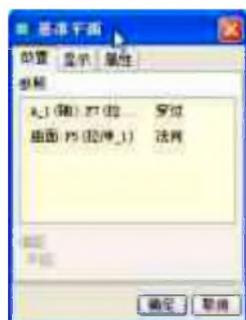
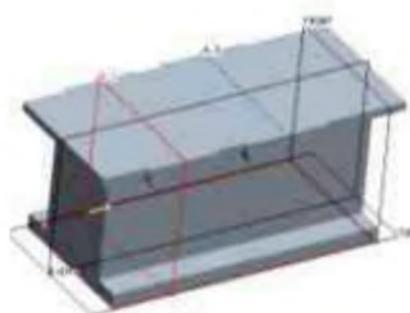

图 1-11
图 1-12
1) 单击基准工具栏的“基准平面”按钮 ，打开“基准平面”对话框，选取箱座的底面，将其约束条件改为“法向”按住 Ctrl 键选取某一圆柱的轴线，将其约束条件改为“穿过”，如图 1-11 所示。单击确定按钮结束操作，建立基准平面 DTM1，如图 1-12 所示。